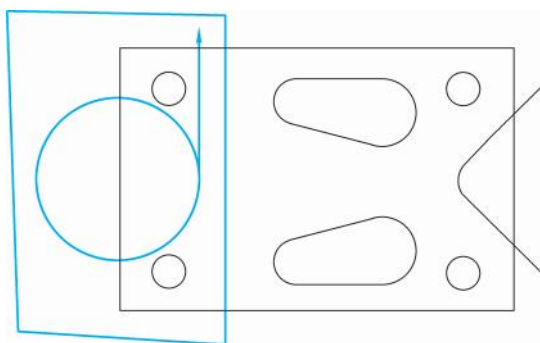

图 3-58 选择加工边界
1) 选择【刀路】/【挖槽】命令，系统弹出【串连线框】对话框，在绘图区选取零件左侧的最大圆，如图 3-58 所示，单击【确定】按钮 。